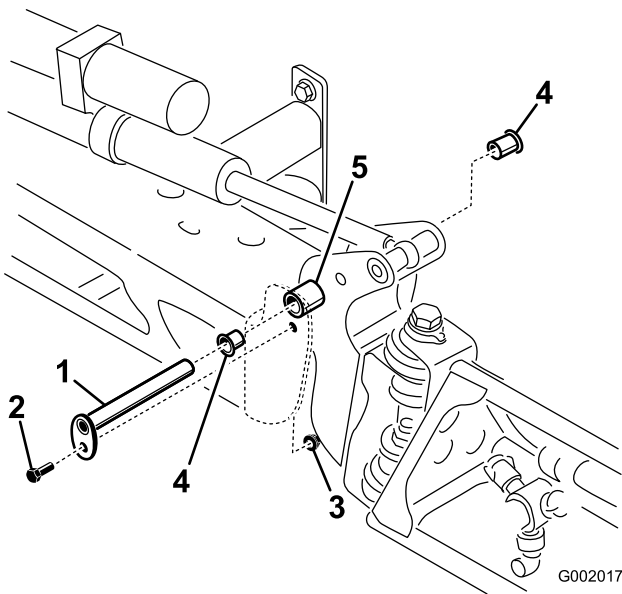

図 75
3. ブームを支えておきながら、ピボット・ピンをブーム・アセンブリに固定しているボルトとナットを取り外す(図 75)。ピボット・ピンを取り外す。
5. ナイロン・ブッシュを取り外し、ピボット・ブラケットの前面および後面側から見て点検する(図 75)。磨耗したり破損したりしている場合は交換する。
7. センター・フレームにブーム&ピボット・ブラケット・アセンブリを取り付け、開口部を整列させる(図 75)。